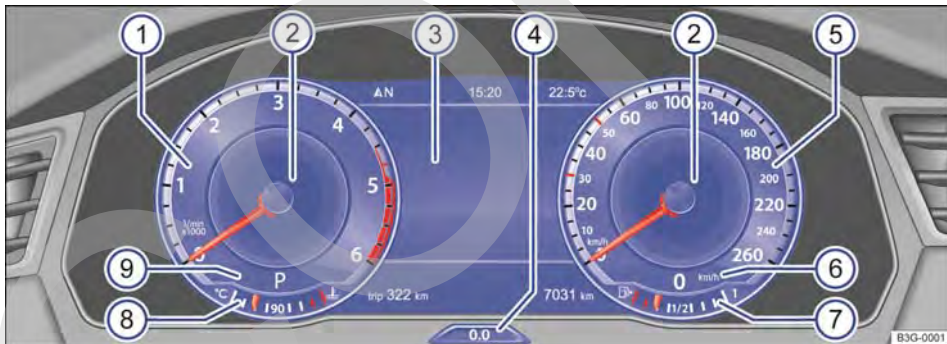

Fig. 14 En el tablero de instrumentos: Active Info Display.
Explicaciones sobre los instrumentos fig. 14:
Mediante la opción de menú **Vistas** de la pantalla del cuadro de instrumentos → pág. 27 se puede elegir entre diferentes perfiles de información sobre temas específicos. En función del perfil de información seleccionado, el Active Info Display muestra información adicional en la parte central de los instrumentos circulares → fig. 14 ②. Se puede elegir entre los siguientes perfiles de información: